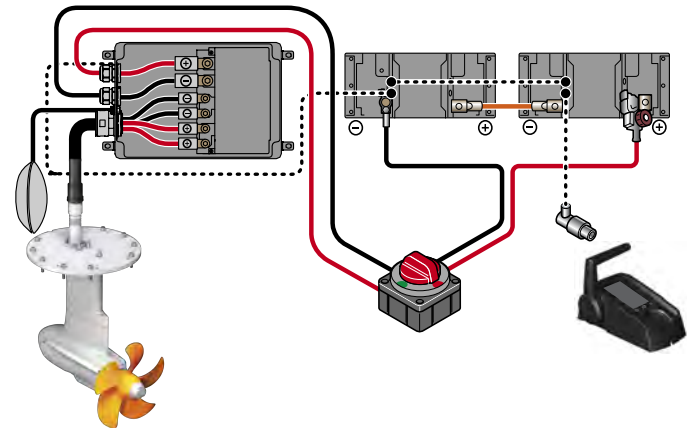

Fig. 58: Schakelschema Power 26-104
2. Sluit de overige kabels aan op de batterijen, zie "**Fig. 58: Schakelschema Power 26-104**".